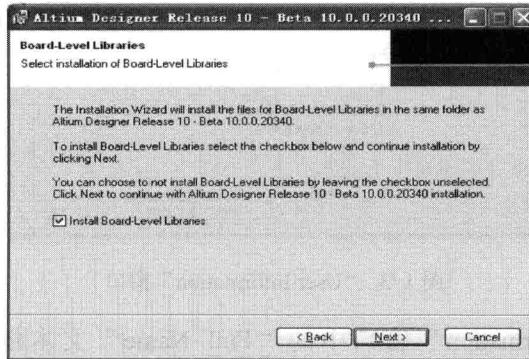

图 1-6 “Board-Level Libraries” 窗口
(6) 选择软件安装的路径后，单击“Next”按钮，显示如图 1-6 所示的“Board-Level Libraries”窗口。